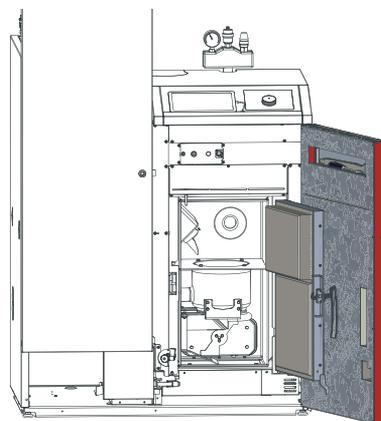

Fig. 45 Verkleidungstür und Brennraurtür öffnen
- ▶ Verkleidungstür und Brennraurtür öffnen (Fig. 45) – siehe auch Pkt. 9.
- ▶ Verkleidungstür und Brennraumbür öffnen (Fig. 45) – siehe auch Pkt. 9.